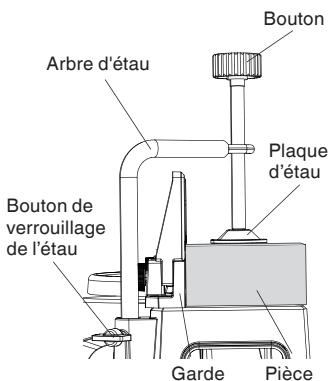

Fig. 25
(1) L'étau d'assemblage peut être monté sur la base.
(2) Tourner le bouton supérieur et fixer solidement la pièce en place (Fig. 25).